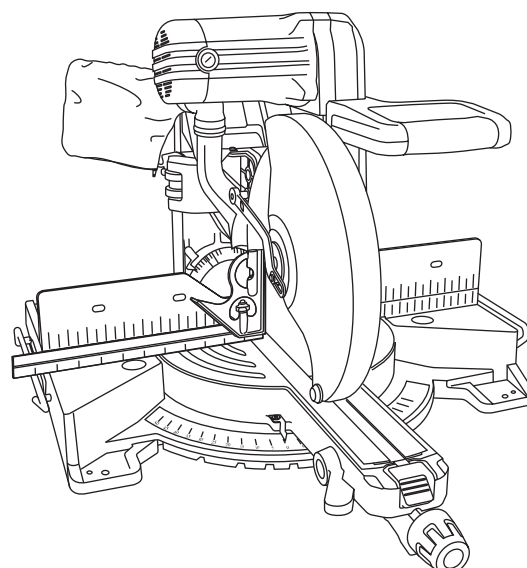

Figura 22
8. Utilice una escuadra de combinación para comprobar que la hoja está a 90° (en ángulo recto) con la mesa. Coloque el borde de la regla de la escuadra contra la mesa y deslícelo para contactar la hoja con el lado vertical de la cabeza de la escuadra (vea la figura 22).
4. Coloque la escuadra de combinación sobre la mesa y contra la hoja (vea la figura 22).